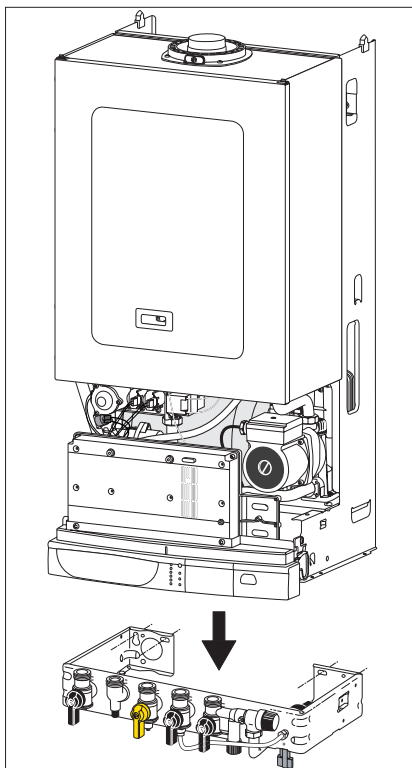

Abb. 9
- den Kessel über die Armaturenhalterung heben und langsam auf die Halterung gleiten lassen (Abb. 9), die Befestigungseisen sollen verhindern, dass der Apparat kippt.